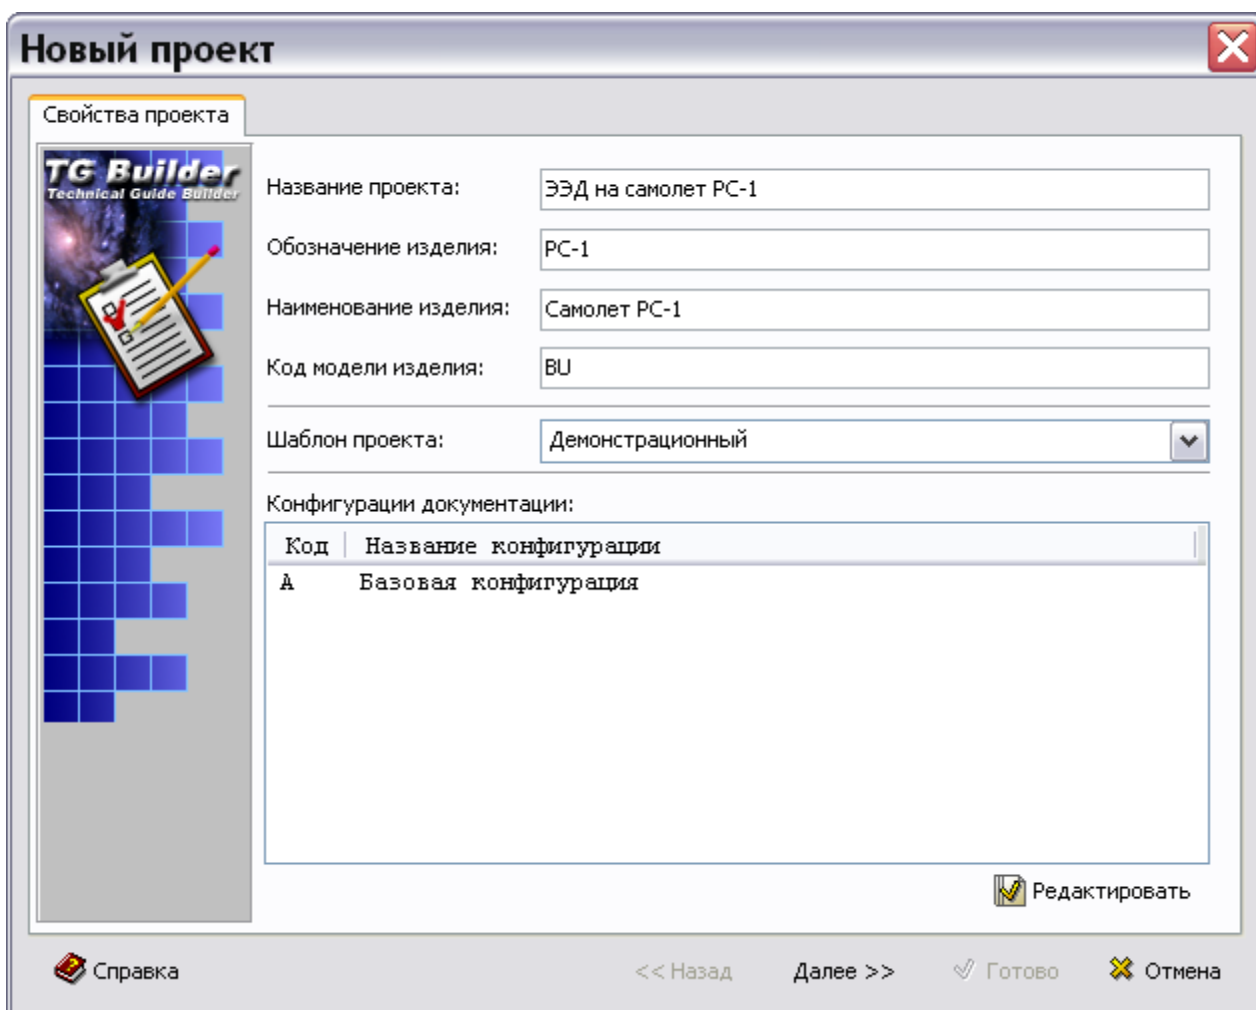
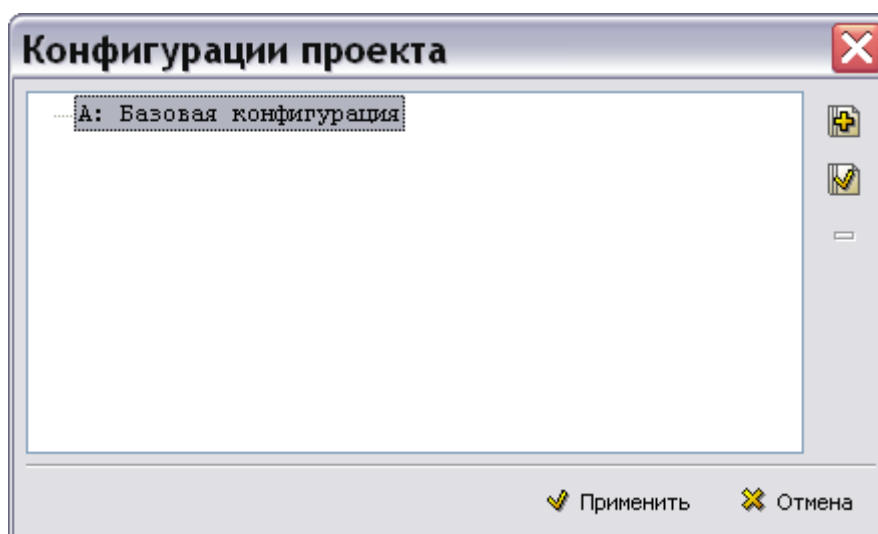

Рис. 2.6
Рис. 2.7
В диалоговом окне **Новый проект** на вкладке **Свойства проекта** введите в соответствующие поля (Рис. 2.6):
Для добавления конфигурации нажмите кнопку **Редактировать** в нижней правой части вкладки **Свойства проекта** (Рис. 2.6). При этом откроется окно **Конфигурации проекта** (Рис. 2.7).
2. Нажмите на кнопку **Применить** для возврата в диалоговое окно **Новый проект** на вкладку **Свойства проекта**. Данная вкладка должна выглядеть, как показано на Рис. 2.6.